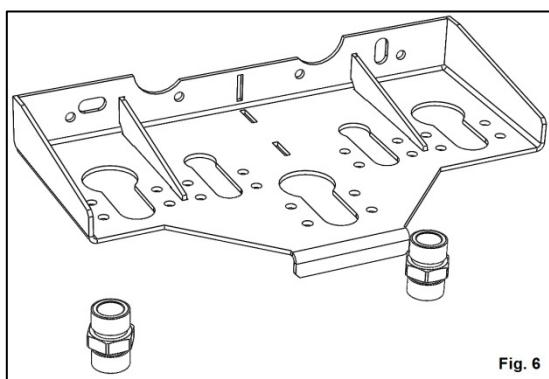
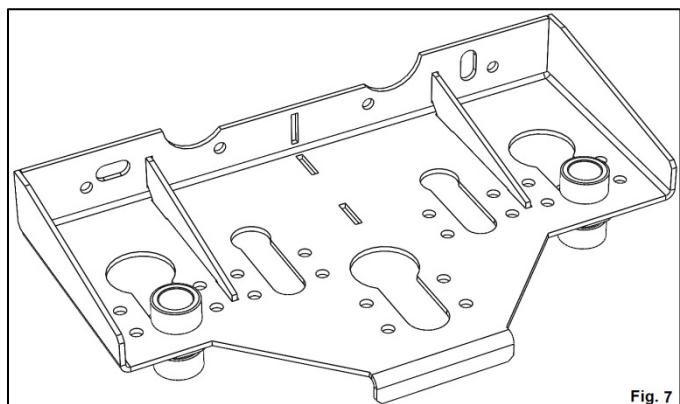

Fig. 6
Fig. 7
5. Se poziționează racordurile F, pe placă P, în poziția indicată în Fig. 7, prin introducerea tronsonului superior în găurile din placă (Fig. 6), și deplasarea de-a lungul decupării.